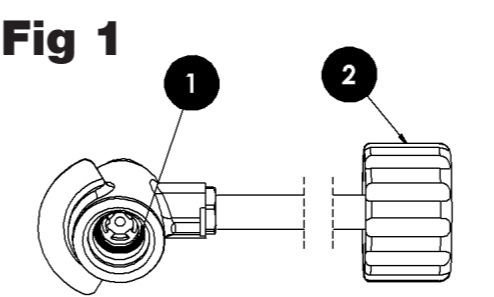

Fig 2
4. SAMLING AF APPARATET (fig. 2)
- Kontrollér, at skrueventilen (2) er lukket til (skruet helt med uret).
- Hold patronen (3) lodret, når den monteres på ventilen.
- Anbring ventilen præcist oven på patronen (som vist på fig. 2).
- Afbrænding af glødestrøpe inden anvendelse: Fjern lygtetoppen og glasset. Kontrollér, at glødestrompen (6) sidder i nillen (7) på brænderrøret (4), dvs. den hvide ende af den nederste vulst på røret og den grønne ende på den øverste vulst på røret. Kontroller, at glødestrompen er jævnt fordelt omkring brænderrøret. Brænd glødestrompen af med en tændstik eller lighter ved at antænde den hele vejen rundt og lad den brænde/gløde et par minutter, til glødestrompen danner et hvidt "æg".
- Luk helt op for gastilførslen på knappen (2) og tænd glødestrompen igen. Glødestrompen vil brænde i facon og få et mere klart lys. Når den er brændt helt af, slukkes for gassen, og lygtens glas og top påsættes igen.
4. ASSEMBLING THE APPLIANCE (fig.2)
- Ensure that the control knob (2) is turned off (turned fully clockwise).
- Keep the cartridge (3) upright when fitting it to the valve.
- Place the valve squarely on top of the cartridge (as shown in fig. 2).
- Pre-burning the mantle: Remove the lantern top and glass. Make sure that the mantle (6) is located in the grooves (7) on the burner tube (4), i.e. the white end on the lower groove of the tube and the green end on the top groove of the tube. Make sure that the mantle is evenly spread around the burner tube. Light the mantle with a match or a lighter all around and allow to burn off for a few mintues until the mantle turns white and reduces into a ball shape.
- Turn the control knob (2) and relight the mantle. The mantle will burn into the correct shape and turn brighter. When fully burnt off, turn off the gas and replace the lantern glass and top.